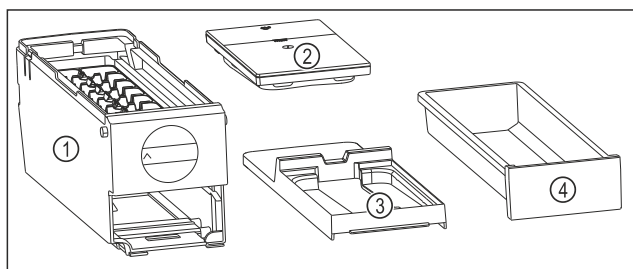

Fig. 91 Součásti EasyTwist-Ice
- ▷ EasyTwist-Ice je rozebrán na čtyři části. (viz Fig. 91)
- ▶ EasyTwist-Ice rozebírejte pouze na zobrazené součásti. (viz Fig. 91)
- ▶ Korpus EasyTwist-Ice Fig. 91 (1) vyčistěte jako celek.